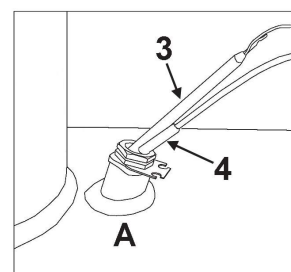

Fig. 19 - Alojamiento A
**ES OBLIGATORIO** poner en el alojamiento "A" (Fig. 19) la sonda de temperatura "4" y el bulbo del termostato de seguridad "3".